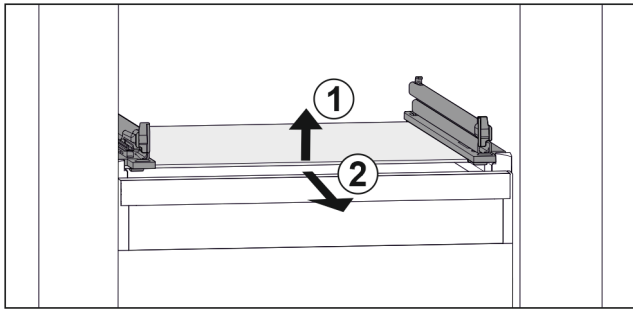

Fig. 109 Rappresentazione esemplificativa del ripiano in vetro
- ▶ Sollevare il ripiano in vetro dal davanti. Fig. 109 (1)
- ▶ Rimuovere il ripiano in vetro tirando in avanti. Fig. 109 (2)